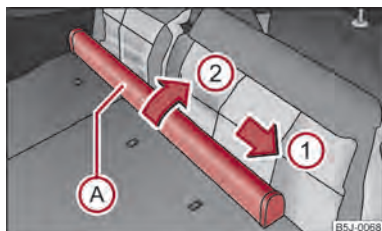

Abb. 55 Rückseite: Gepäcknetztrennwandgehäuse
- Schieben Sie das Gepäcknetztrennwandgehäuse (A) ⇒ Abb. 55 in Pfeilrichtung ① und nehmen Sie es aus der Aufnahme der rechten Rücksitzlehne in Pfeilrichtung ② heraus.